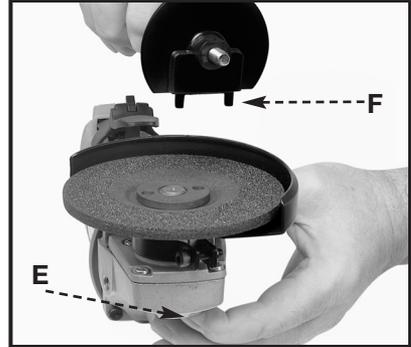

Fig. 7
6. Déprimez l'épingle de freinage du mandrin (E) Fig. 7 et maintenez-la dans cette position tout en tournant la meule à la main dans les sens des aiguilles d'une montre jusqu'à ce que le verrou du mandrin soit engagé.
7. Maintenir le blocage de l'arbre enclenché tout en plaçant les ergots de la clé à ergot (F) Fig. 7 dans les trous du flasque externe. Serrer fermement en tournant en sens horaire.